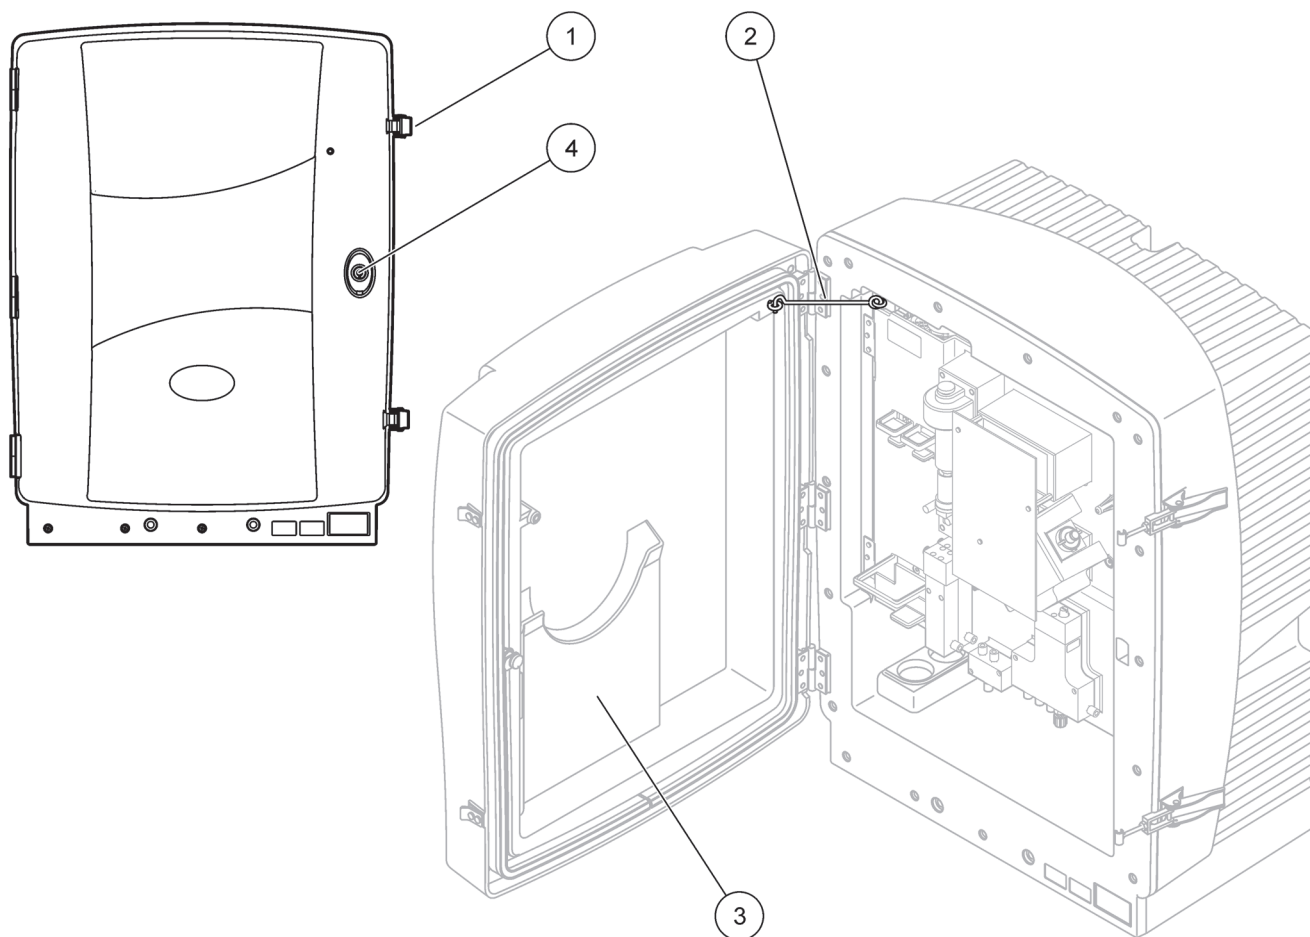
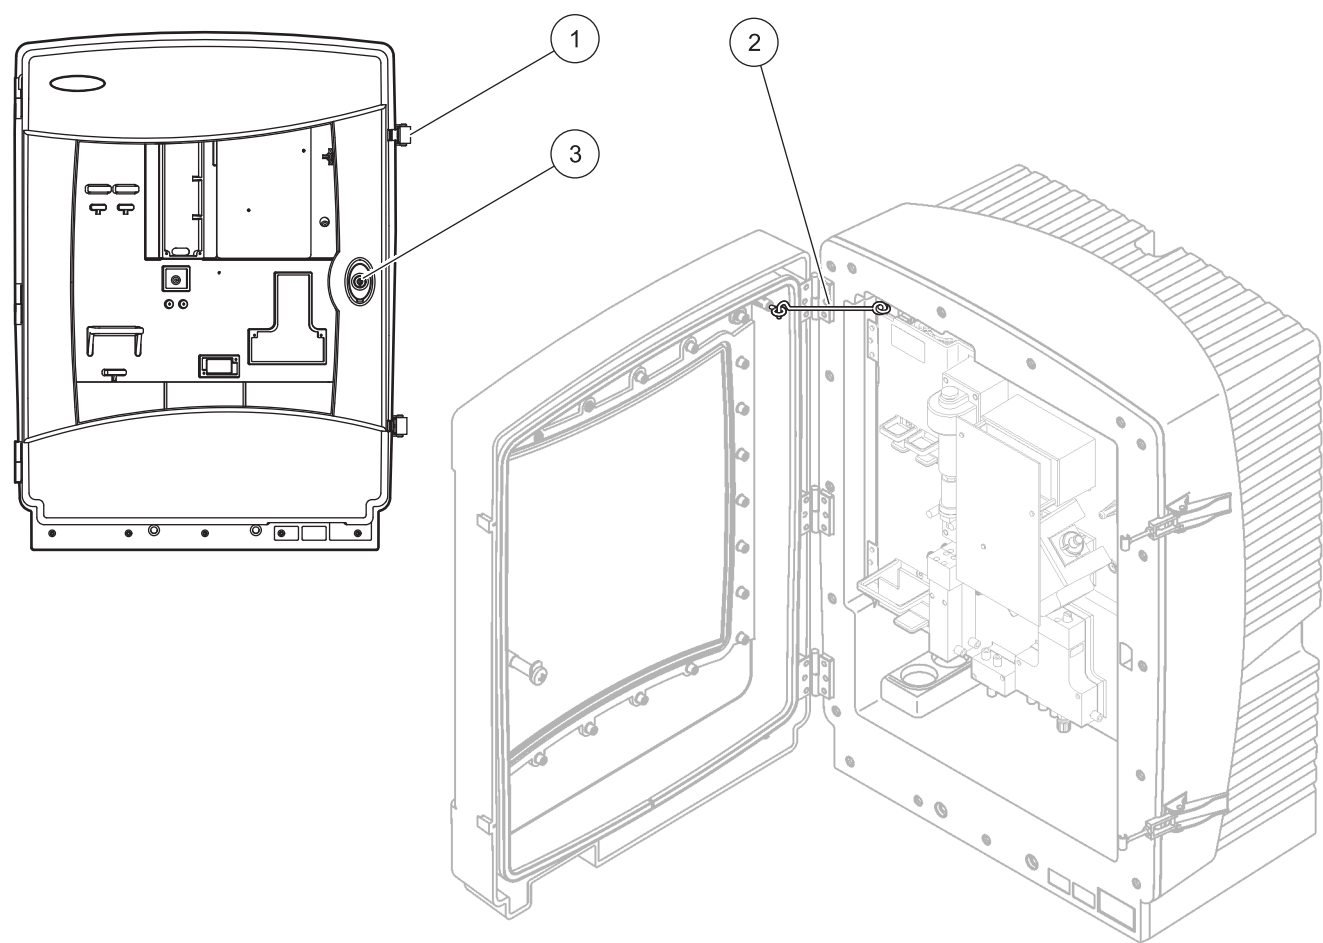

Figura 7 Abra a estrutura AMTAX sc
Figura 8 Abra a estrutura AMTAX indoor sc
1. Desbloqueie o instrumento (item 4, Figura 7, item 3, Figura 8).